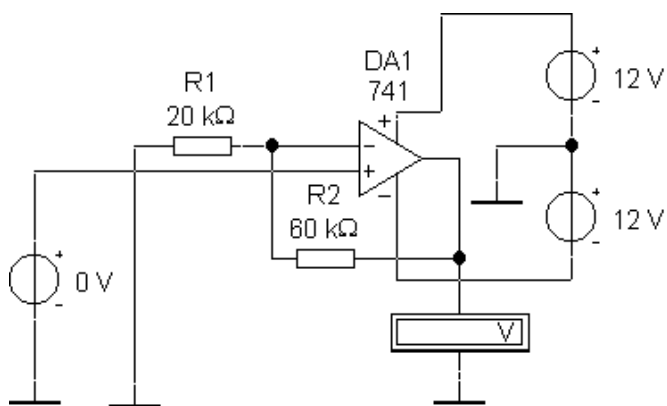

Рис. 5.14. Принципиальная схема неинвертирующего усилителя на ОУ
5.4.1. Для снятия передаточной характеристики ОУ с ООС в схеме неинвертирующего усилителя соберите схему, приведенную на рис. 5.14. Активируйте схему. Изменяя входное напряжение ОУ и фиксируя значение выходного напряжения, снимите прямую ветвь передаточной характеристики. Необходимое количество измерений установите самостоятельно. Измените полярность включения генератора входного напряжения путем удаления его из схемы, переворота на 180° и последующего подключения, и аналогично снимите обратную ветвь передаточной характеристики. Постройте передаточную характеристику ОУ и определите коэффициент усиления и рабочий диапазон входных и выходных напряжений.